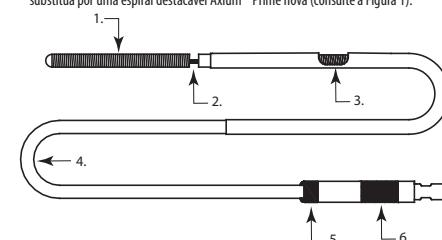

Figura 1
- Avance lentamente a espiral destacável Axium™ Prime para fora da bainha introdutora até depositá-la na palma da sua mão enrolada e examine a espiral e a zona de descolamento quanto a eventuais irregularidades. A realização de uma inspeção visual é necessária devido aos potenciais riscos de irregularidades. Caso encontre irregularidades, substitua por uma espiral destacável Axium™ Prime nova (consulte a Figura 1).